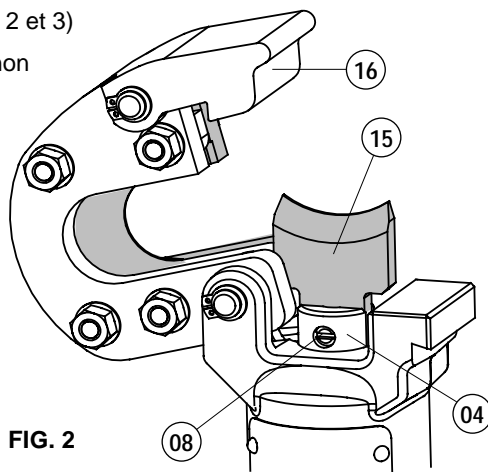

FIG. 2
4. CHANGEMENT DES LAMES (Voir Fig. 2 et 3)